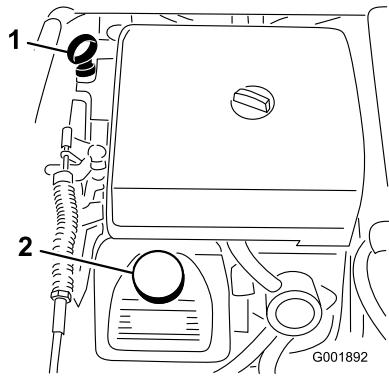

図 45
- ディップスティックを抜き、ウェスで一度きれいに拭く(図 45)。ディップスティックを、チューブの根元までもう一度しっかりと差し込む。ディップスティックを引き抜いて油量を点検する。
3. オイルの量が不足している場合は、バルブ・カバーについている補給口のキャップ(図 45)を取り、ディップスティックの FULL マークまで補給する。補給するときは、ディップスティックで確認しながら少量ずつ入れてください。入れすぎないよう注意してください。
8. 所要量の約 80% のオイルを補給口から入れる(図 45)。